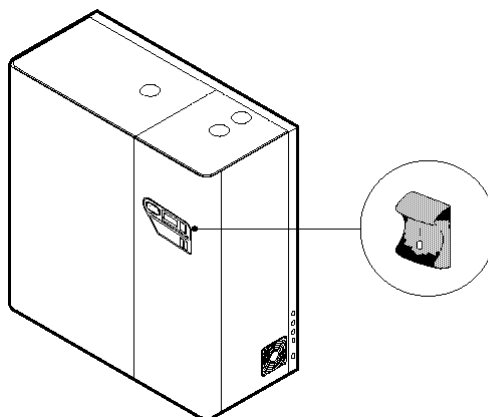

Рис. 6.4.1
**Внимание:** После калибровки на максимальную производительность, обязательно проверьте калибровку на минимальную производительность, так как она могла нарушиться в результате калибровки на максимальную производительность. При необходимости выполните действия по п.6.3.7. После этого запустите работу газовой горелки в автоматическом режиме путем нажатия кнопки 4 (PRG), как показано на рис. 6.4.1.
- Разомкните контакт выключателя, расположенного на панели управления увлажнителя, установив его в положение **0** (Рис. 6.4.1) и убедитесь, что на панели управления увлажнителя погасли индикаторы;